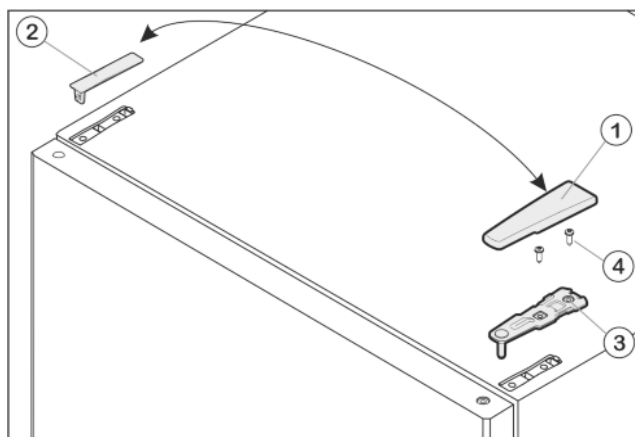

Fig. 7
- ▶ Wyjąć osłonę Fig. 7 (1) do przodu i do góry.
- ▶ Podnieść osłonę Fig. 7 (2).
- ▶ Odkręcić górną płytkę zawiasu Fig. 7 (3) (2 razy Torx® 25 Fig. 7 (4)) i wyjąć ją do góry.
- ▶ Włożyć w drzwi górną płytkę zawiasu Fig. 7 (3) po nowej stronie zawiasów.
- ▶ Dokręcić górną płytkę zawiasu (z siłą 4 Nm) (2 razy Torx® 25) Fig. 7 (4). Ewentualnie nakłuć otwory pod śruby lub użyć wkrętarki akumulatorowej.
- ▶ Założyć osłonę Fig. 7 (1) i osłonę Fig. 7 (2) od zewnątrz odpowiednio po przeciwległej stronie i zazębnić.